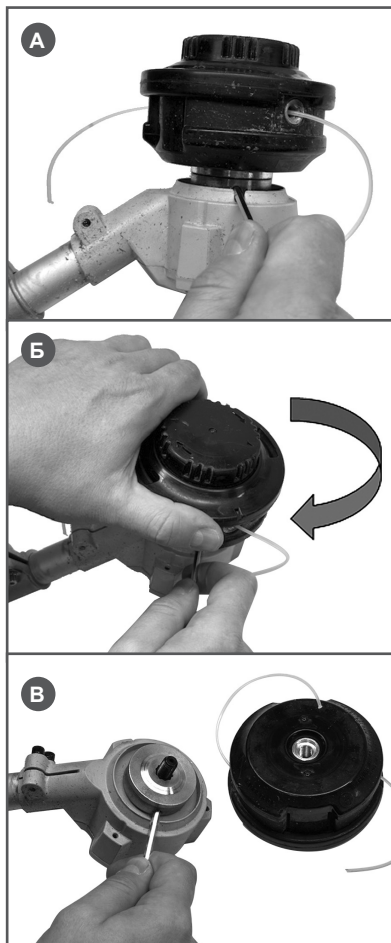

Рис. 16 Снятие триммерной головки
1. Совместите отверстие защитной шайбы и прорезь на корпусе электродвигателя, установите в отверстие и прорезь металлический упор (Рис. 16А).
2. Открутите триммерную головку, вращая ее по часовой стрелке как это показано на Рис. 16Б